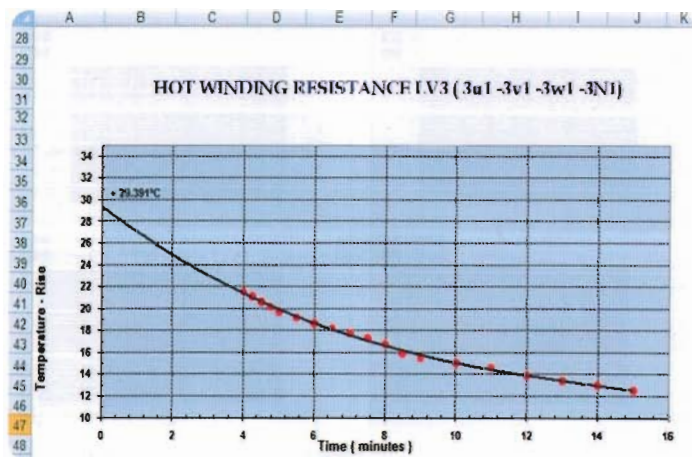

Figura 4: Curva di raffreddamento dati esportati in Excel
- visualizzazione dei dati (Figura 4): visualizzazione dei dati in forma tabellare e grafica; impostazione off-line dell'ordine del polinomio estrapolatore; regolazione off-line del punto iniziale di avvio registrazione; salvataggio e caricamento dei dati inerenti un test; esportazione dei dati in formato Excel compatibile.